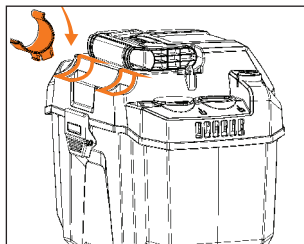

Рис. 5
- Установите ложементы держателя шланга в посадочные места (Рис. 5).